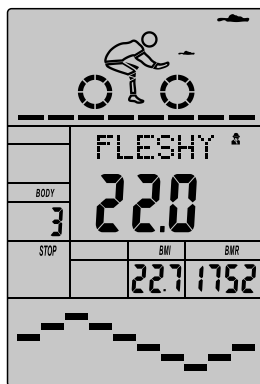

图 40
- ① 进行体脂测试时，应双手握心率测试片，测试结果为：体脂百分比，基础代谢率 BMR，身体质量指数 BMI，体型 BODY 及体型描述。（如图 40）